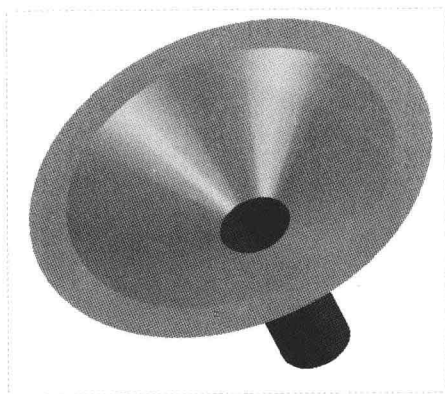

图 10-62 图形文件
Step 01 按【Ctrl+O】组合键，打开图形文件，如图 10-62 所示，在“模型”选项卡中，单击“工程”面板中的“拔模”按钮.